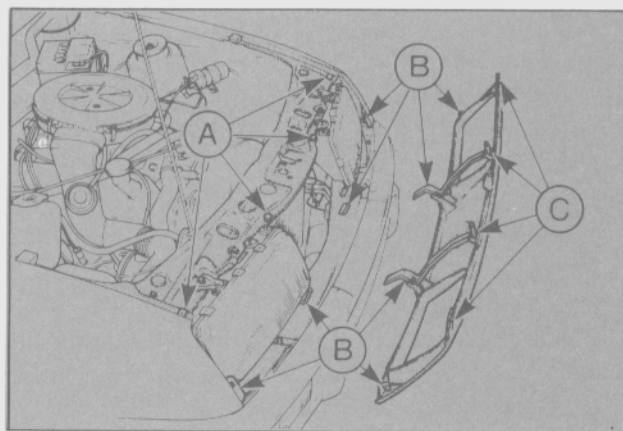

Fig. 46 - Montaje de la parrilla del radiador.
- Retirar los cuatro tornillos superiores de retención de la parrilla (Fig. 46).